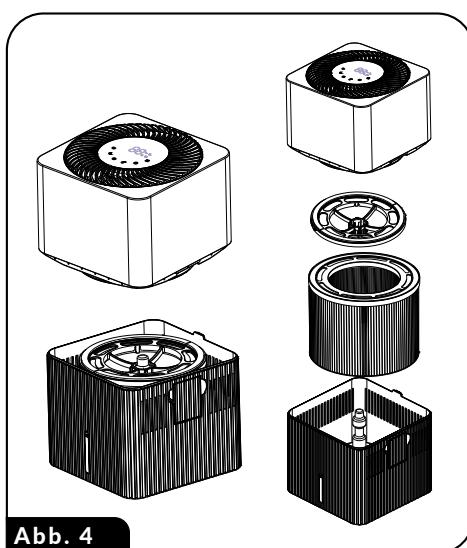

Abb. 4
1. Das Luftbefeuchtergehäuse (3) vom Wasserbehälter (10) abnehmen. Den Blockadering des Schwimmers (4), den Filter (6) und den Schwimmer (5) herausnehmen.
3. Den Wasserbehälter (10) mit warmem Wasser füllen und reinigen. Bei starken Verunreinigungen ein sanftes Reinigungsmittel verwenden und anschließend ausspülen. Den Wasserbehälter häufig reinigen (alle 1-2 Tage).
4. Den Schwimmer (5) bei Bedarf sanft mit Wasser reinigen.
6. Den Wasserbehälter regelmäßig entkalken (10). Eine Essig-Wasser-Lösung (im Verhältnis 1:1) in den Behälter füllen und einige Stunden einwirken lassen. Nach dem Entkalken die Essigmischung aus dem Behälter schütten und den Behälter unter fließendem Wasser ausspülen.
7. Der Luftbefeuchter verfügt über einen Betriebsstundenzähler, der nach 4320 Stunden (180 Tagen) den Austausch des Verdunstungsfilters (6) signalisiert - auf dem LED-Display wird das Symbol „FR“ eingeblendet. Nach dem Austausch des Filters die Filteruhr zurückstellen. Hierzu die Ein/Aus-Taste (2a) bei eingeschaltetem Gerät 3 Sekunden lang gedrückt halten.
- Den Filter entsprechend folgender Hinweise austauschen (das Montageschema der einzelnen Bauteile ist auf Abb. 4 zu sehen):
- Das Luftbefeuchtergehäuse (3) vom Wasserbehälter (10) abnehmen
- Den Blockadering des Schwimmers (4) aus dem VerdunstungsfILTER nehmen
- Den Blockadering des Schwimmers (4) auf den Filter setzen
- Das Gehäuse (3) wieder auf dem Behälter (10) anbringen.